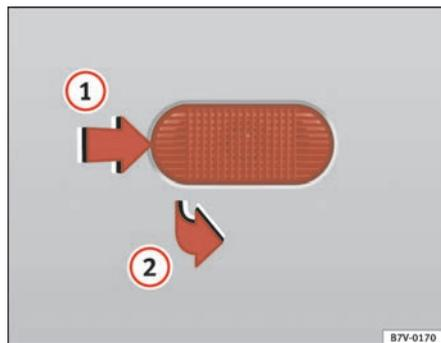

Fig. 163 Intermitente lateral
- Desplace el intermitente hacia delante ① ⇒ fig. 163 y extráigalo ②.